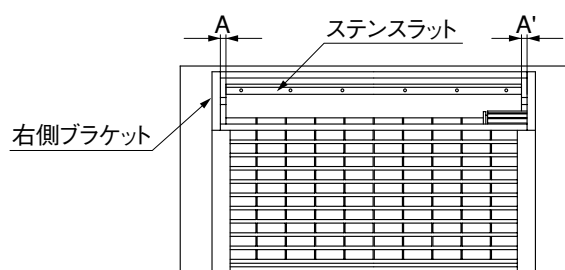

図6-4
⑦ ステンスラット端部と左右のブラケットのすき間が左右均等になるように調整後、「吊元固定ボルト」を締込んでください。（図6-4参照）